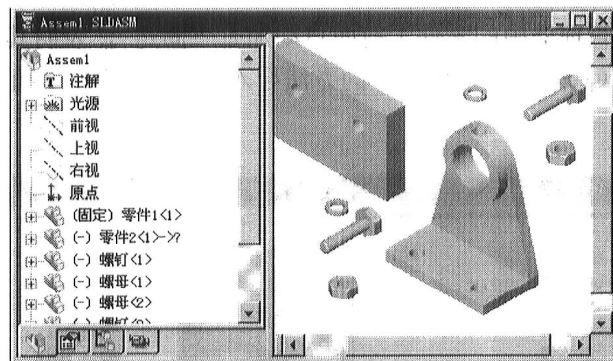

图 1-7 用资源管理器导入零件之二
(3) 用同样的方法导入螺母、垫圈。结果如图 1-7 所示。